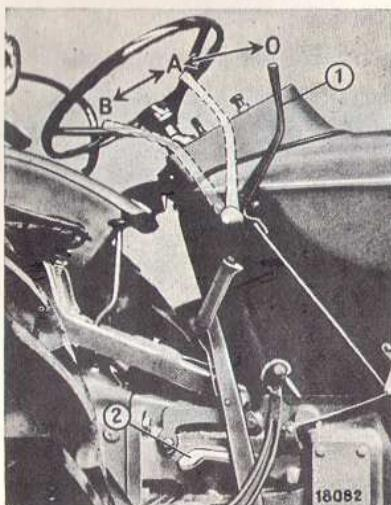

Fig. 9
- a) Régler la manette des gaz sur $\frac{1}{4}$ de charge environ. (Position – B – fig. 9)